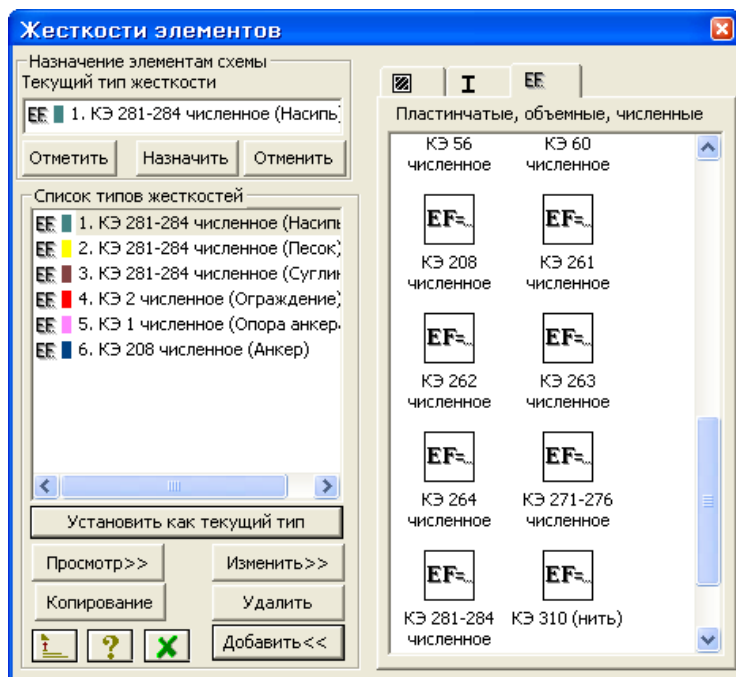

Рис.10.9. Диалоговое окно Жесткости элементов
- С помощью меню **Жесткости** ⇒ **Жесткости элементов** (кнопка  на панели инструментов) вызовите диалоговое окно **Жесткости элементов** (рис.10.9).